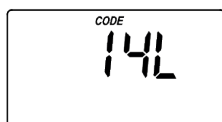

Fig. 44
- Appuyer sur la touche PROG. /ENTER et la maintenir enfoncée pendant 3 secondes, jusqu'à ce que le code de modèle s'affiche à l'écran (voir Fig. 44). Ce code identifie le modèle de l'adoucisseur. Si un numéro incorrect s'affiche, l'adoucisseur d'eau fonctionnera sur des données de configuration erronées.